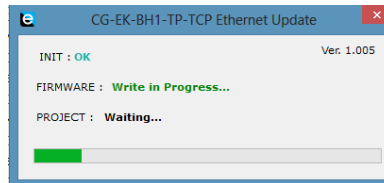

Figura 14 - Update in corso
- Selezionare le opzioni che si desiderano (Figura 14 - Form opzioni di download), update del firmware, della configurazione o di entrambi